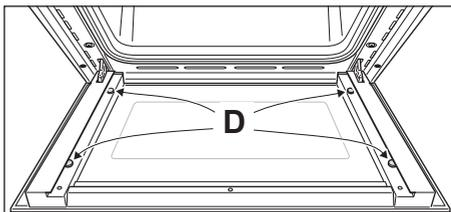

Fig. 4.14
- Verificare che i 4 distanziatori "D" siano nella loro posizione (fig. 4.14).